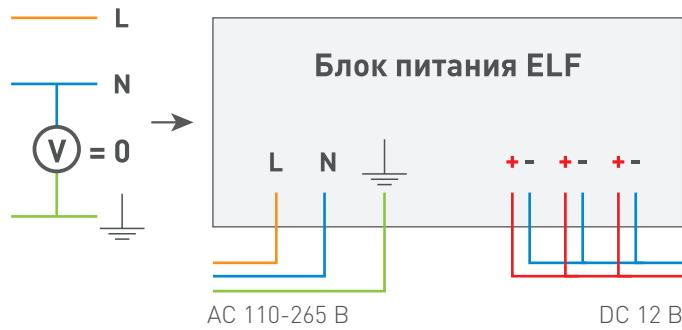

Рис. 4
- Для объектов [электроустановок], в которых применён принцип изолированной нейтрали [Рис. 4].
⚠ ВАЖНО: При данном способе подключения к входному терминалу изделия подключаются все провода линии связи (фаза, ноль, заземление), предназначеннной для подачи напряжения питания на изделие [Рис. 4]. Подключение заземляющего провода является обязательным!